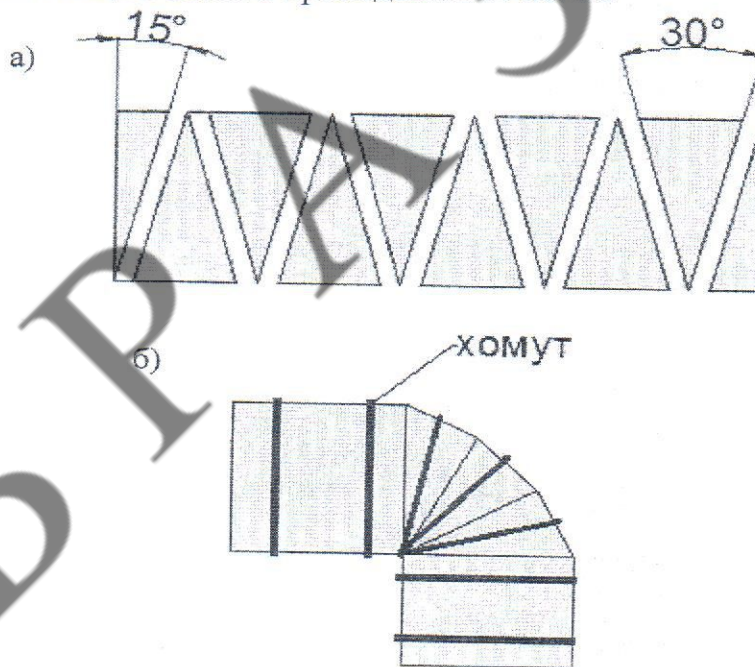

Рис. 3.
- нарезка цилиндра, полуцилиндра на сегменты с углом 15° или 30° (рекомендуемые углы) при помощи стусла (Рис.3а);
Схема готовой изоляции изгиба приведена на Рис. 3б